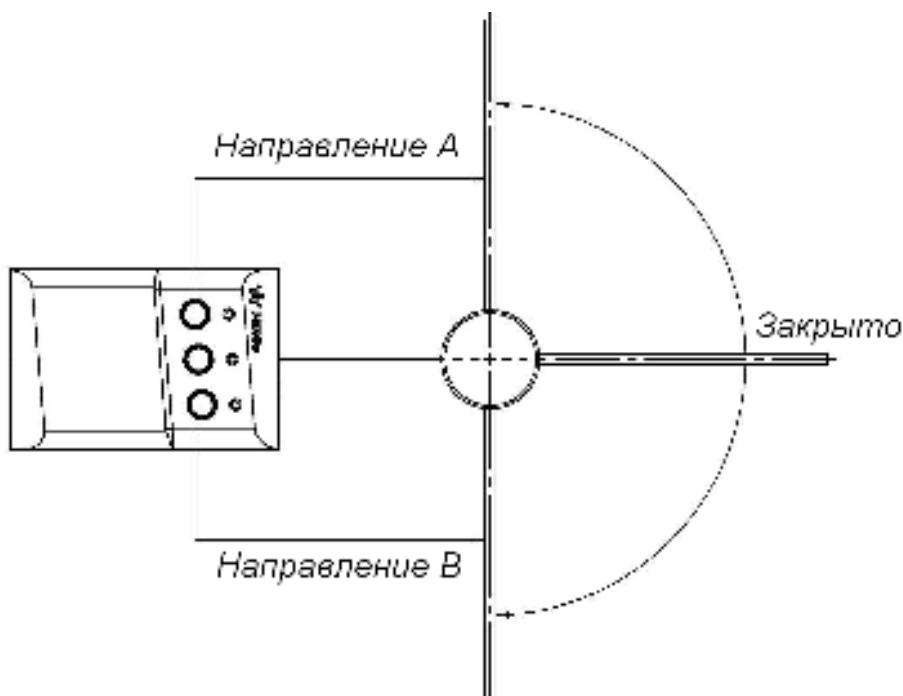

Рисунок 5. Стандартная ориентация ПДУ
- **FireAlarmDir** – разъем предназначен для выбора направления открытия калитки при подаче сигнала аварийной разблокировки *Fire Alarm*. При установленной перемычке створка открывается в направлении А (см. рис. 5), при снятой в направлении В. При поставке перемычки установлена.
Стандартная ориентация ПДУ относительно направления раскрытия створки калитки показана на рис. 5. При необходимости ориентация ПДУ может быть изменена, для этого в схему подключения ПДУ, указанную на рис. 11, необходимо внести изменения в подключении проводов кабеля ПДУ к контактам клеммной колодки **ХТ2** в соответствии с табл. 2.